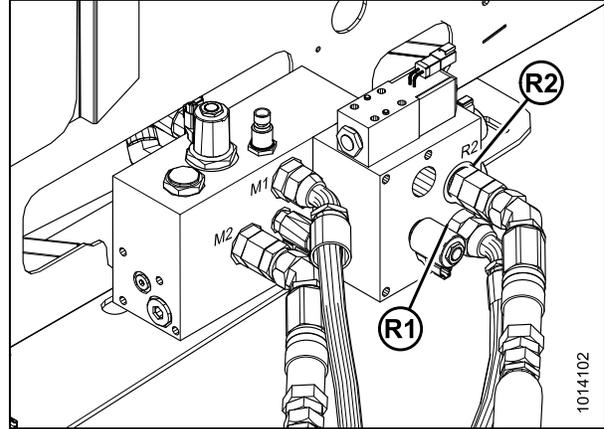

图 3.46: 带换向器的 M200 割晒机软管连接
如果割晒机配备用于螺旋输送割台的换向器阀门，则使用 45° 接头更换软管 (D) 上的 90° 接头。请参见图 3.46: 带换向器的 M200 割晒机软管连接, 页码 48